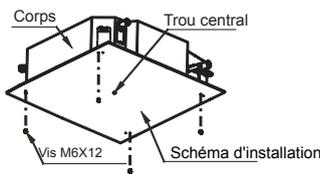

Fig.5-8
- 2 Après avoir installé le corps de l'appareil, placez le gabarit d'installation du papier sur la machine à l'aide des vis (M6 x 12) pour déterminer à l'avance les dimensions et les positions du trou ouvert dans le plafond. (voir Fig. 5-8)